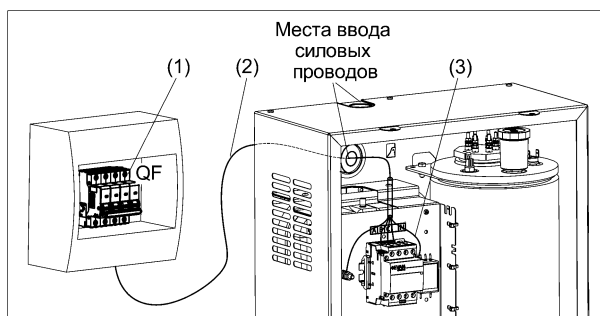

Рисунок 7. Подключение котла к электросети
**6.2.2** Подключение котла к электрической сети осуществляется только через внешний автоматический выключатель **QF** (см. рис. 7) с номинальным током (In) указанным в таблице 2.
**6.2.6** Подключение котла к электросети выполните в следующей последовательности (см. рис. 7):